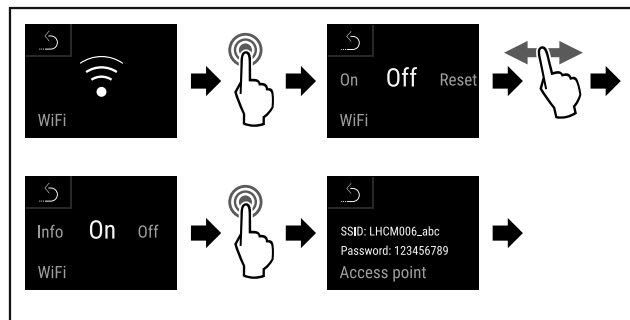

Fig. 117
- Handlungsschritte (siehe Fig. 117) durchführen.